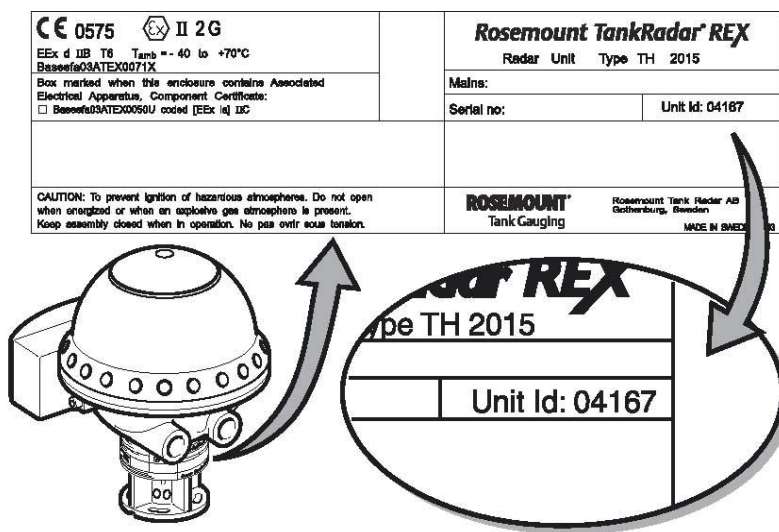

Figura 1-4 Etiqueta com a ID da Unidade
- Verifique a ID da Unidade, ver Figura 1-4. Também pode ser encontrada no Cartão de Processamento de Sinal (após C na etiqueta). Consulte o *Manual de Instalação do TankRadar Rex, Ed. 3 rev. B, capítulo 3.1.1* para obter informação acerca do Cartão Eletrónico da Cabeça do Transmissor.